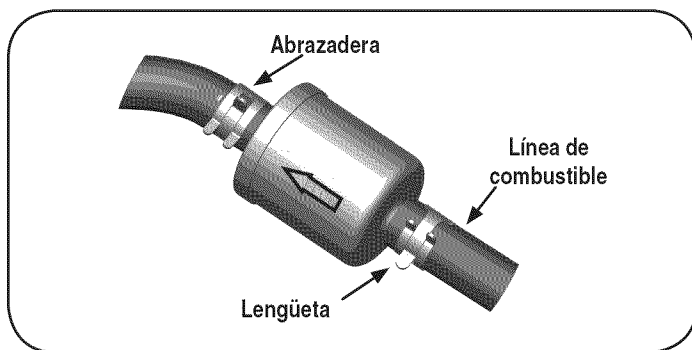

Figura 23
2. Use tenazas para apretar las lengüetas de las abrazaderas, luego deslice las abrazaderas alejándolas del filtro de combustible. Tuerza y separe las líneas de combustible del filtro. Vea la Figura 23.